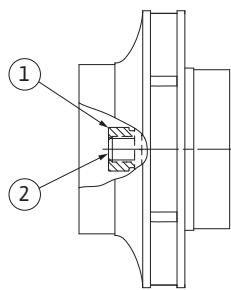

Fig. 49: Position correcte de l'écrou après le montage
29. Maintenir l'arbre (voir l'étape 24) et serrer l'écrou au couple de serrage prescrit (voir le Tab. 2 « Couples de serrage des vis »). L'écrou (fig. 49, pos. 1) doit être au contact à env.  $\pm 0.02$  in ( $\pm 0.5$  mm) avec l'extrémité de l'arbre (fig. 49, pos. 2). Si ce n'est pas le cas, desserrer l'écrou et répéter les étapes 25 à 29.